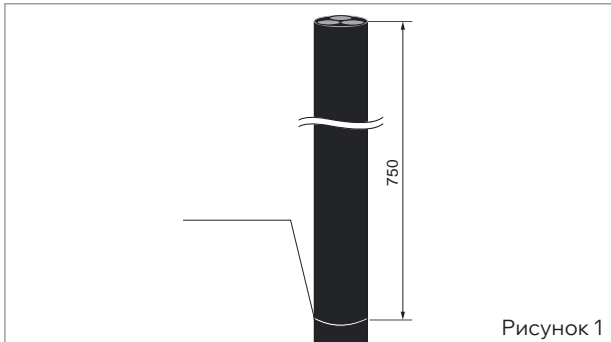

Рисунок 1
■ Распрямить и очистить от пыли и грязи конец кабеля на длине 1000 мм. На расстоянии 750 мм от конца кабеля выполнить кольцевой надрез на шланге кабеля, а затем продольный вертикальный надрез (рис. 1).